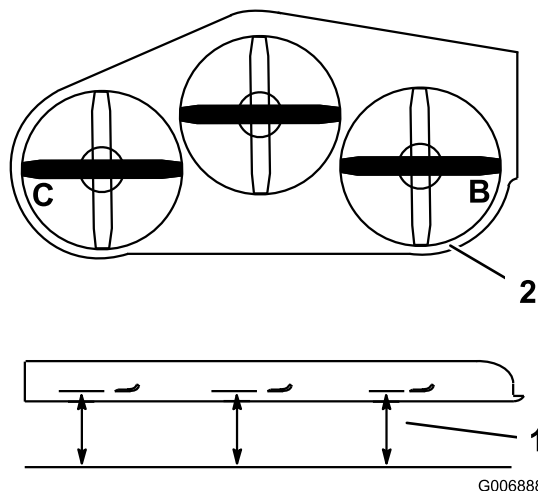

Figura 80
1. Coloque la cuchilla **derecha** en posición lateral (Figura 80).
- Mida la cuchilla derecha en la posición **B** desde una superficie nivelada hasta el filo de corte del extremo de la cuchilla (Figura 80).
- Coloque la cuchilla izquierda en posición lateral (Figura 80).
- Mida la cuchilla izquierda en la posición **C** (Figura 80) desde una superficie nivelada hasta el filo de corte del extremo de la cuchilla.